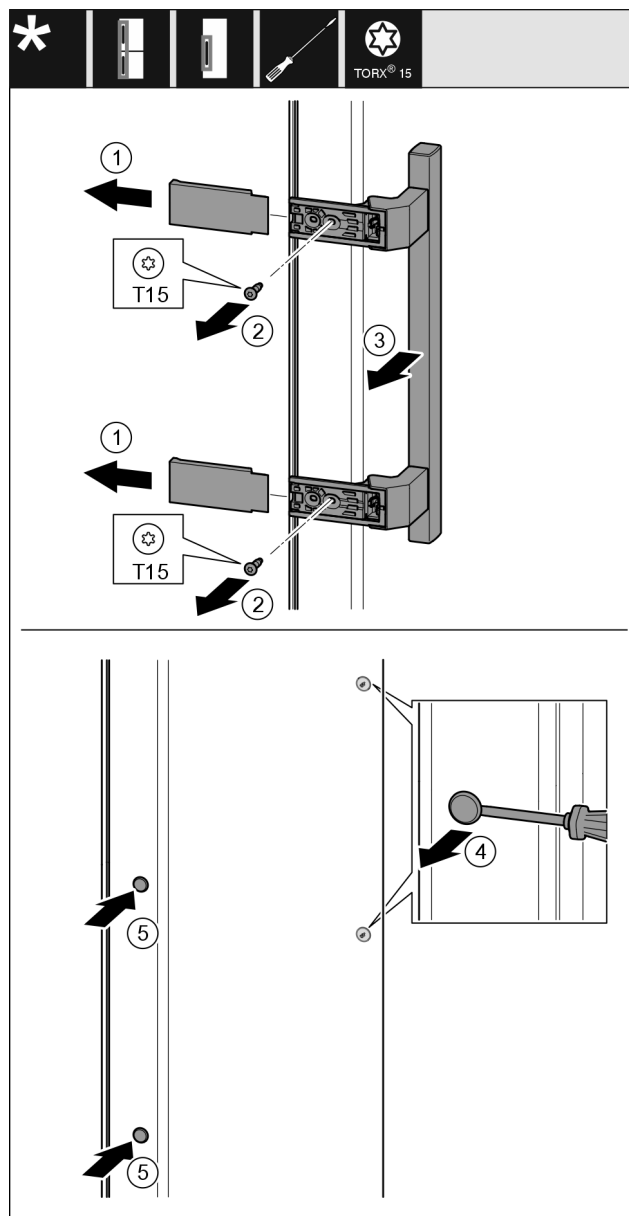

Fig. 54
- ▶ Štáhněte kryt Fig. 54 (1).
- ▶ Šroubovákem vyšroubujte šrouby Fig. 54 (2).
- ▶ Sejměte madlo Fig. 54 (3).
- ▶ Postranní zátku Fig. 54 (4) opatrně plochým šroubovákem nadzvedněte a vytáhněte.
- ▶ Zátku Fig. 54 (5) opět vložte na druhé straně.